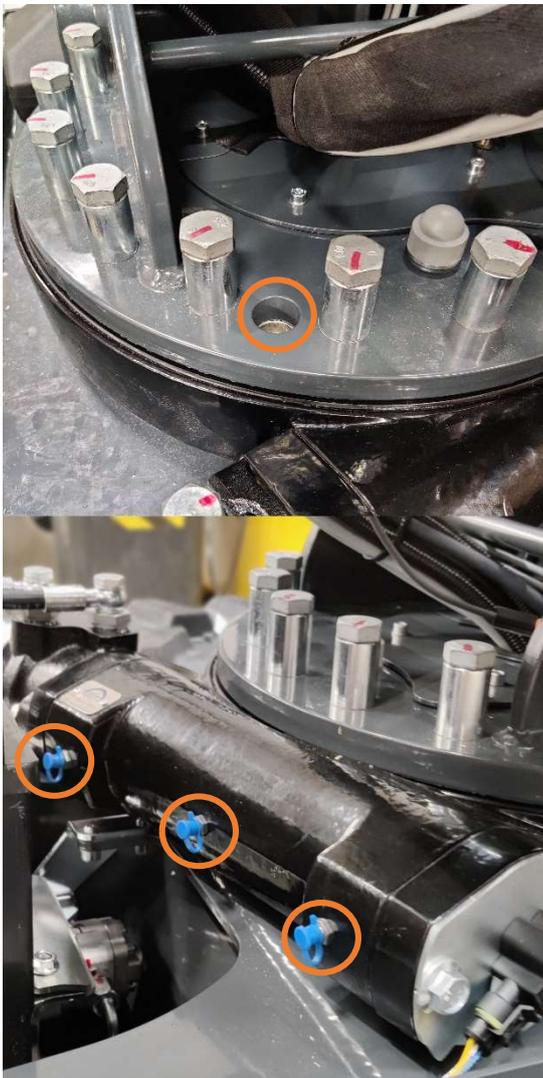
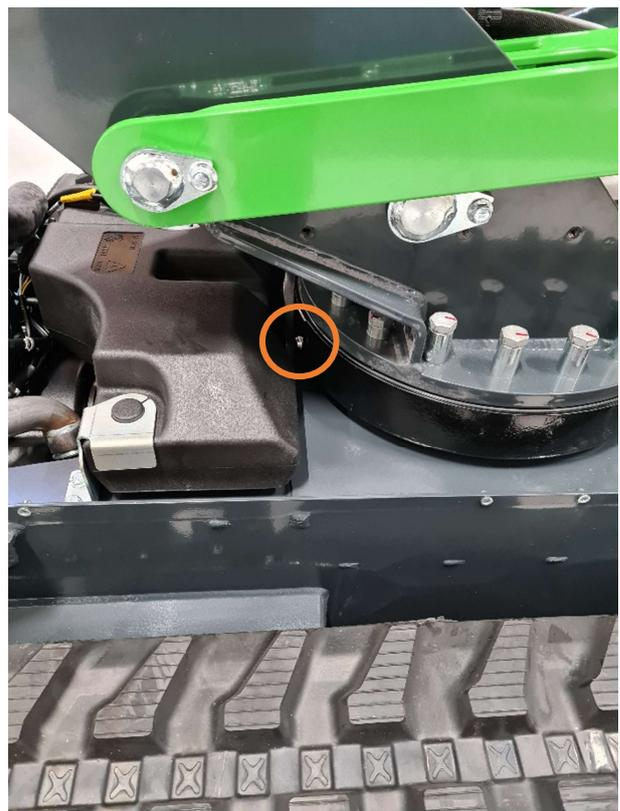

Abbildung 20. Drehkranz-Schmierstellen
Abbildung 21. Drehkranzschmierung Druckentlastungsschraube
Der Drehkranz der Zugangsplattform muss monatlich geschmiert werden. Es ist wichtig zu beachten, dass der Drehkranz vier (4) separate Schmierstellen hat (Abbildung 20), die alle einzeln geschmiert werden müssen. Auf der gegenüberliegenden Seite des Schneckengetriebes des Drehkranzes befindet sich eine Druckentlastungsschraube (Abbildung 21), die beim Schmieren des Drehkranzes geöffnet werden muss, um ein Ablösen der Dichtung zu vermeiden. Optional können anstelle dieser Schraube eine Kupplung und ein Schlauch montiert werden. In diesem Fall muss sie nicht geöffnet werden. Neben der Batterie befinden sich auf der Seite des Drehkranzes 3 Schmierpunkte, die mit dem Schneckengetriebe und seinen Lagern verbunden sind. Eine (1) Schmierstelle, die sich auf der Oberseite des Drehkranzes befindet (Loch durch den Sockel), ist mit den Kugellagern des Rings verbunden. Bei Auftragen von Fett an dieser Schmierstelle ist es wichtig, den Drehkranz rundherum zu fetten. Dazu Fett auftragen und um etwa 20° drehen, dann erneut Fett auftragen. Fahren Sie fort, bis der Drehkranz vollständig gefettet ist (360°).